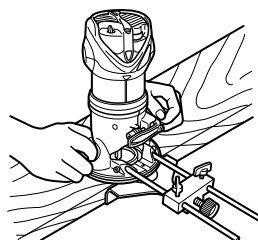

Fig. 14
- ④ Como se muestra en la Fig. 14, asegure firmemente la parte inferior de la base a la superficie procesada de los materiales. Haga avanzar la fresadora mientras mantiene el plano de la guía sobre la superficie de los materiales.